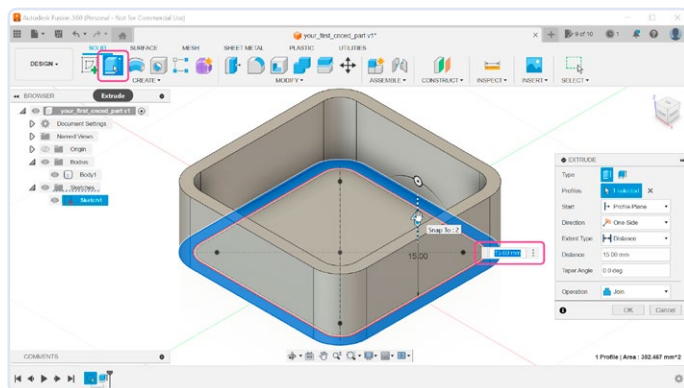

Figure 8. Définition de la hauteur du boîtier.
- Nous voulons extruder les parois mais elles ont soudainement disparu. Pas de souci ; seul le sketch est caché. Dans le coin supérieur gauche du navigateur (**figure 8**), ouvrez le groupe **Sketches** et rendez visible le **Sketch1**. Maintenant, vous pouvez sélectionner l'outil **Extrude** dans la barre d'outils et cliquer dans le rectangle arrondi. Entrez la distance de 15 mm, qui sera la hauteur de notre boîtier.